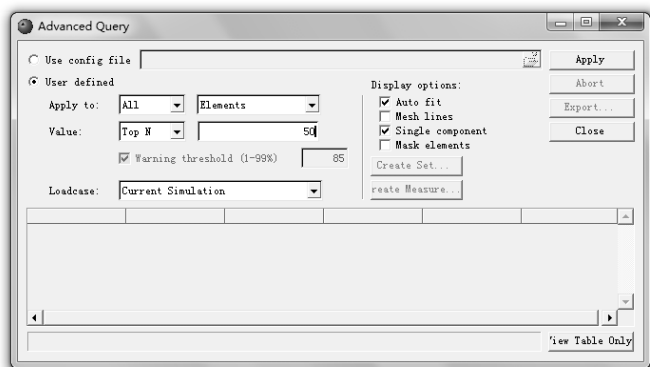

图 13-29 查询 top N 单元参数设置
- (1) 在工具栏选择 Query (🔍) 面板。
- (2) 在 Query 面板右下角单击 Advanced 按钮。
- (3) 在 Apply To 栏中选择 All 和 Elements。
- (4) 在 Value 栏中选择 Top N，并在文本框中输入 50。
- (5) 在 Load 栏中选择 Current Simulation。
- (6) 单击 Apply 按钮，如图 13-29 所示。